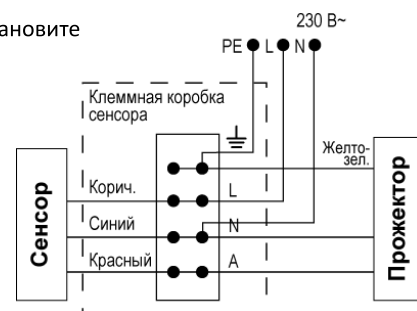

Рис.2
3. Подключите провода к клеммным зажимам в соответствии со схемой (см. Рис.2)